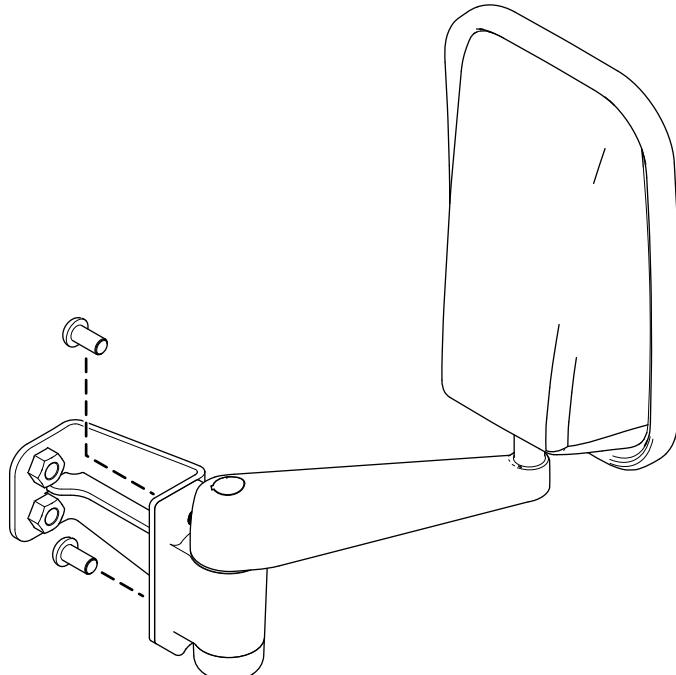

Bild 1
1. Befestigen Sie den Spiegel mit zwei Torx-Schrauben an der Spiegelhalterung (Bild 1).